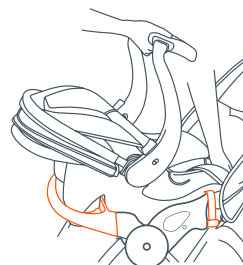

Fig. 17b
• Coloque la Sillita para el Automóvil en dirección a la parte trasera del carrito, de modo que el armazón de la sillita se incorpore a la bandeja delantera y se sujete bien (Fig. 17b).